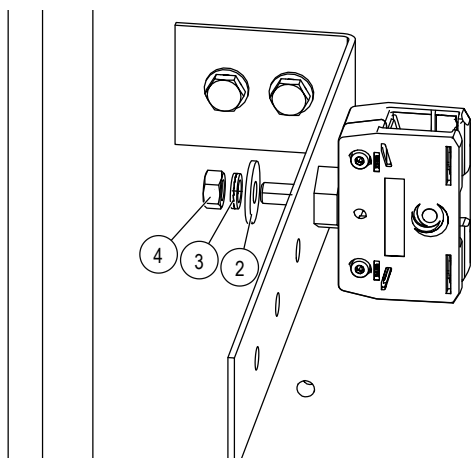
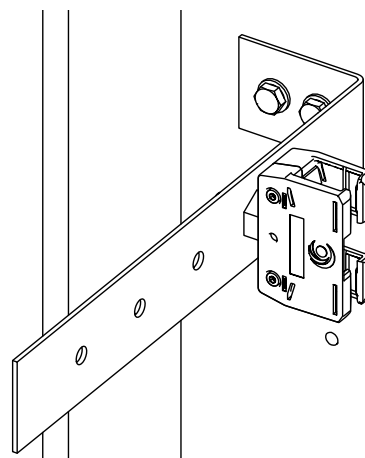

Abb. 12: Schienenhalter verschrauben
Abb. 13: Der Schienenhalter ist montiert
- Den Schienenhalter (Pos. 1) in die entsprechende Bohrung der kundenseitigen Tragkonstruktion führen und die Verschraubung (Pos. 2, Pos. 3 und Pos. 4 in Abb. 12 bis Abb. 13) mit dem vorgeschriebenen Drehmoment (SW 13, Drehmomentschlüssel: **7 Nm**) anziehen. Zum Gegenkontern der Kunststoffmutter (Pos. 5) den Gabelschlüssel SW 22 verwenden. Darauf achten, dass der Schraubenkopf der lose montierten Zylinderschrauben (Pos. 6) nach außen schauen, also von der kundenseitigen Tragkonstruktion abgewendet sind.